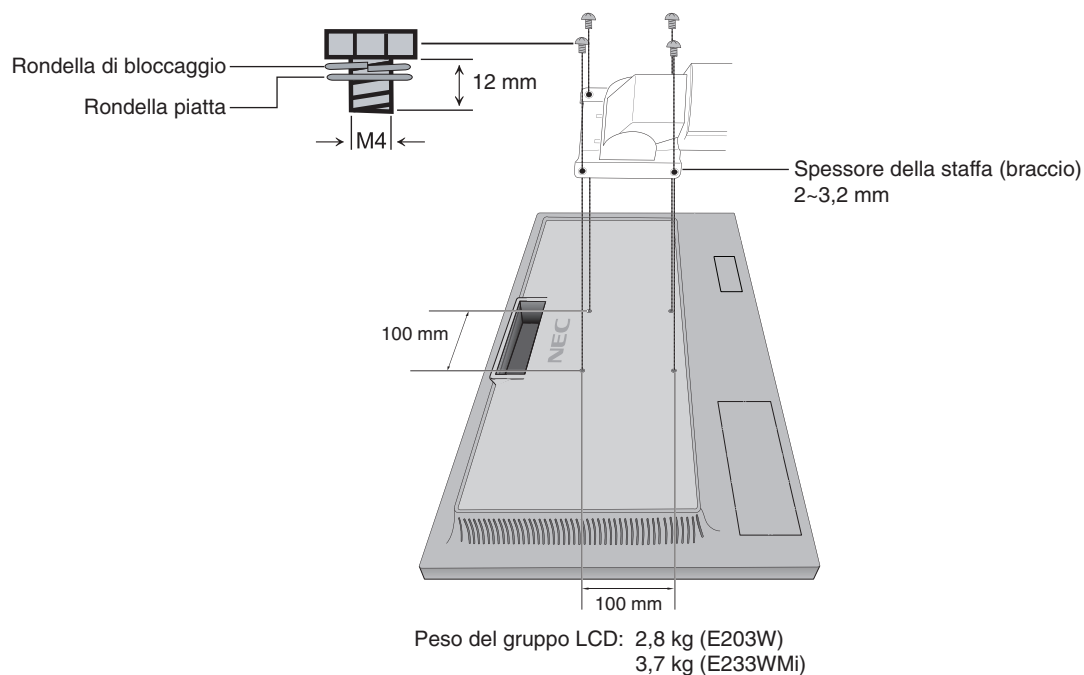

Figura F.1
2. Utilizzare le 4 viti rimosse dal supporto oppure le viti specificate per fissare il braccio al monitor (**Figura F.1**).
⚠ ATTENZIONE: Utilizzare SOLO le viti (4 pezzi) rimosse dal supporto o le viti specificate (**Figura F.1**) per evitare danni al monitor o al supporto.